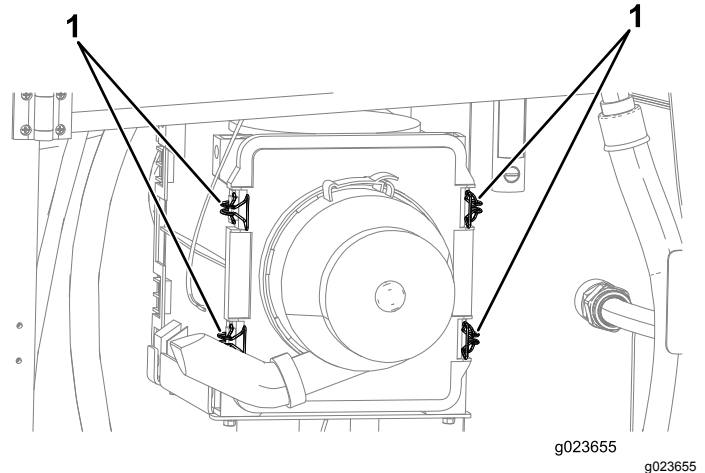

Figura 88
5. Tire hacia fuera de los 4 cierres de la tapa del limpiador de aire (Figura 88).
4. Empuje la tapa del limpiador de aire hacia dentro hasta que quede correctamente asentada, y sujétela con los cierres (Figura 88).